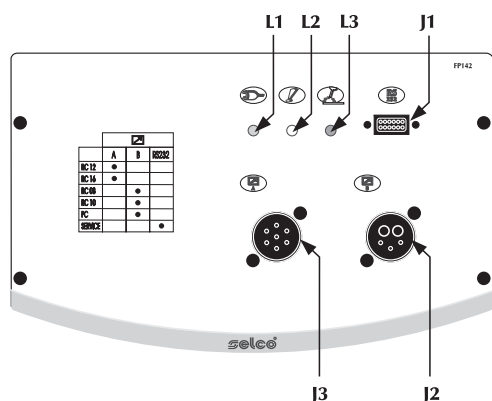

Fig.3
2.1.3 Pannello comandi frontale FP143 (Fig. 3)